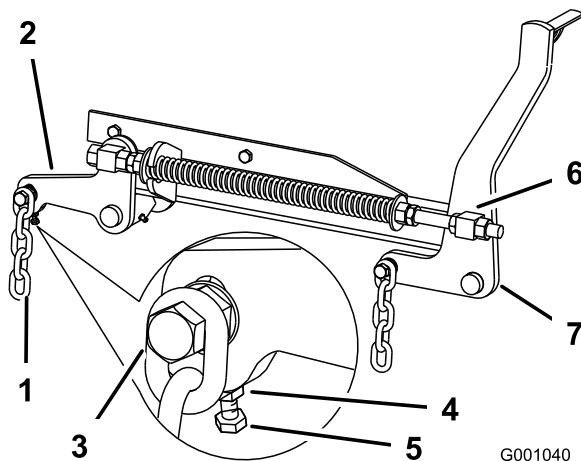

Figure 83
7. Si la distance mesurée au point **B** ou **C** n'est pas correcte, desserrez le boulon de fixation de la chaîne arrière au bras de support arrière (Figure 83).
8. Desserrez l'écrou de blocage sous le bras de support arrière et agissez sur le boulon de réglage de manière à obtenir une distance de 80 à 83 mm ($3\frac{1}{8}$ à $3\frac{1}{4}$ po) (Figure 83).
7. Desserrez d'environ 13 mm ($\frac{1}{2}$ po) les écrous de blocage à l'avant des pivots avant gauche et droit (Figure 83).
- 10 mm ($\frac{1}{4}$ à $\frac{3}{8}$ po) au point **A** par rapport au point **B** à l'arrière (Figure 83).